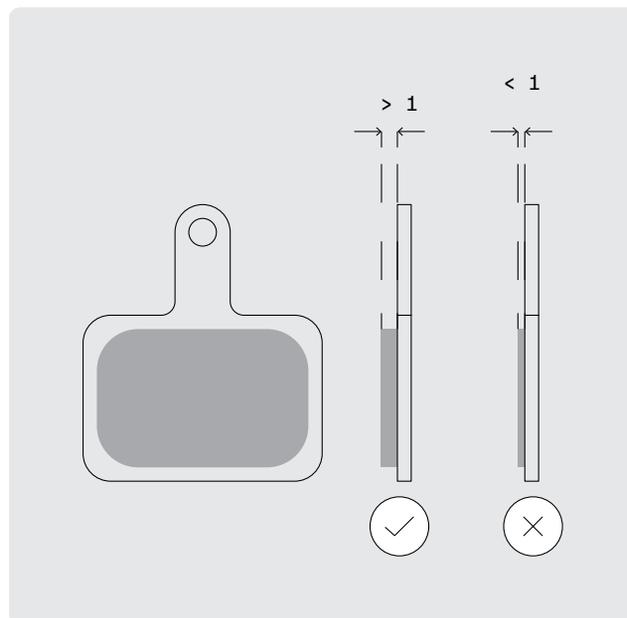

FIG. 41
- Sustituir las pastillas de freno si tienen menos de 1 mm de espesor (fig. 41). Las pastillas de freno nunca deben bajarse hasta el punto de que la placa portadora de las pastillas roce el disco de freno.